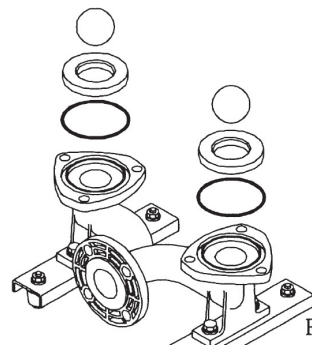

Fig. 4.3
- Retire la bola, el asiento de bola y la junta tórica (fig. 4.3).